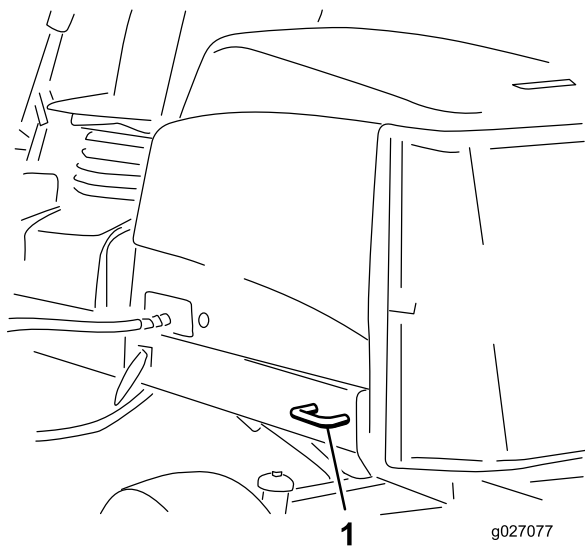

Figura 42
- Traseira – cada lado da máquina na estrutura traseira (Figura 42)